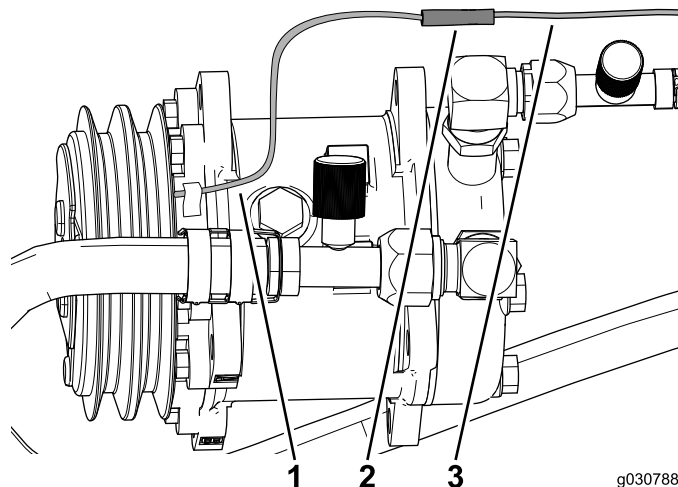

Figure 49
3. Branchez le câble du compresseur de climatiseur au connecteur cylindrique sur le faisceau de câblage (Figure 49).